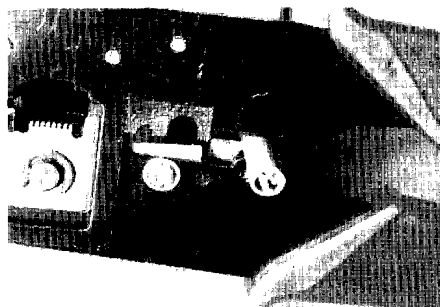

图 1-9 剥皮
(2) 剥皮：用压线钳的剪线刀口将线头剪齐，再将线头放入剥线刀口，让线头角及挡板，稍微握紧压线钳慢慢旋转，让刀口划开双绞线的保护胶皮，拔下胶皮（注意：剥开与大拇指一样长就行了），如图 1-9 所示。